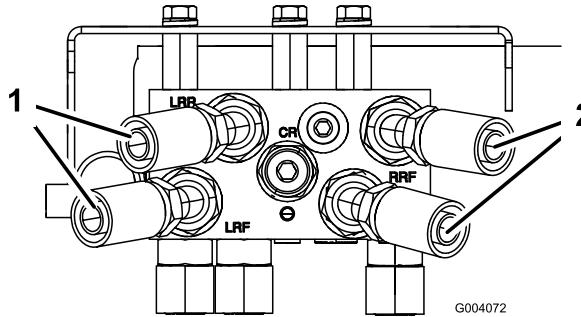

Figura 6
1. Enrosque sin apretar el extremo con acoplamiento de 45° de cada manguera hidráulica en los acoplamientos rectos de la parte trasera del colector (Figura 6).